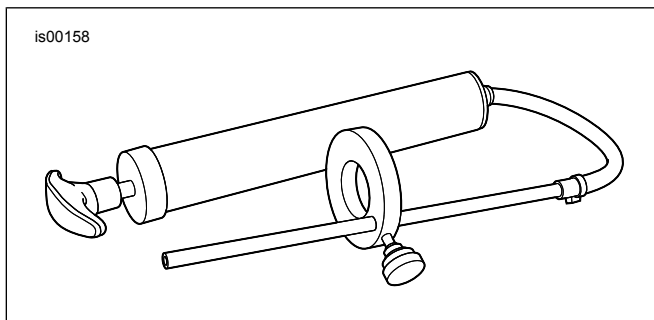

Figura 5. Indicador de nível de óleo do garfo dianteiro (HD-59000B)
- a. Veja a Figura 5. Pegue o INDICADOR DE NÍVEL DE ÓLEO DO GARFO DIANTEIRO (HD-59000B).